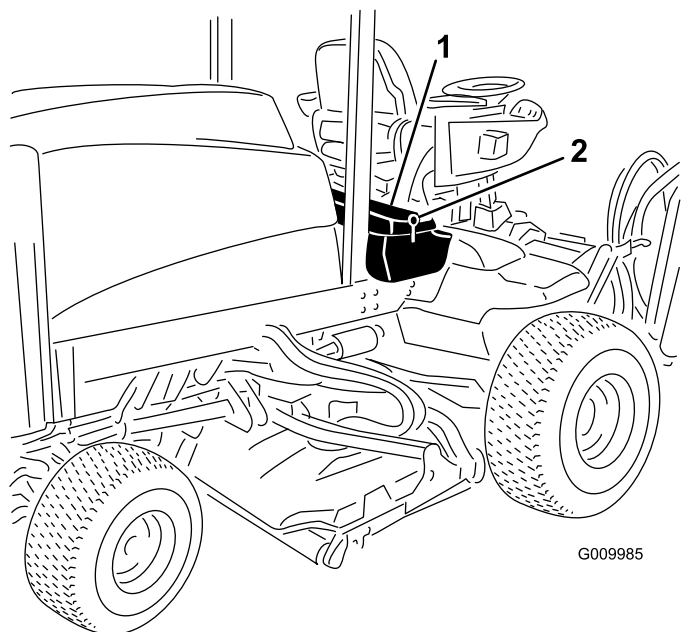

図 91
1. 運転席のコンソールパネルのラッチを外して持ち上げる 図 91。